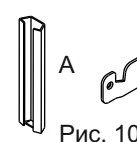
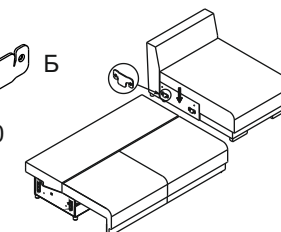
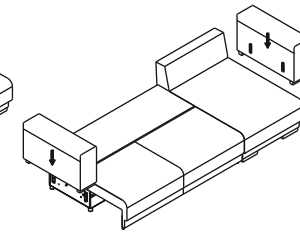

Рис. 10
Рис. 11
Рис. 12
- состыковать секции между собой с требуемым взаимным расположением секций относительно друг друга и проверить наличие и направление кронштейнов и зацепов соединительных. Со стороны расположения боковины должны быть установлены зацепы А (Рис. 10), со стороны стыковки секций должны быть установлены кронштейны Б (Рис. 10). При необходимости переустановите кронштейны в соответствии с требуемым расположением секций и боковин открутив крепящие их винты. Соедините секции между собой (Рис. 11), затем установите боковины (Рис. 12).